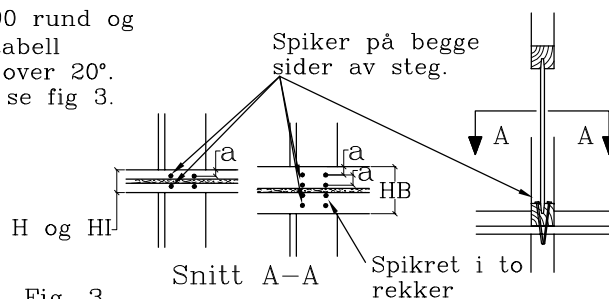

Fig. 3
- Antall fordeles med halvparten på hver side av steget, se fig 3.